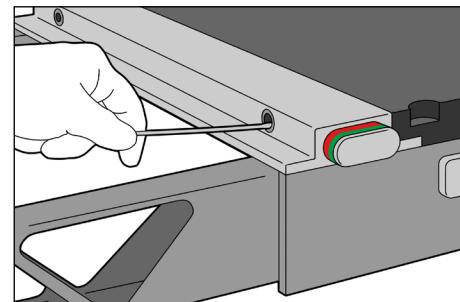

Fig. 3
3. Use um cotonete seco para limpar o interior dos orifícios de encaixe. (Fig. 3)
5. Use um cotonete seco para remover fiapos ou detritos soltos. (Fig. 3)